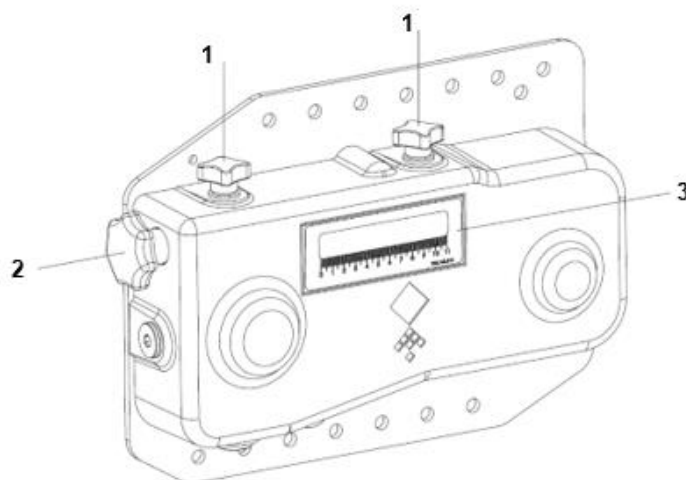

Figura 5
1. Afloje los botones giratorios de ajuste en forma de estrella (1) (véase la **Figura 5**).
2. Gire el botón giratorio de ajuste en forma de estrella (2) para cambiar el ajuste. El ajuste se puede leer en la etiqueta (3).
3. Vuelva a apretar los botones giratorios de ajuste en forma de estrella (1).